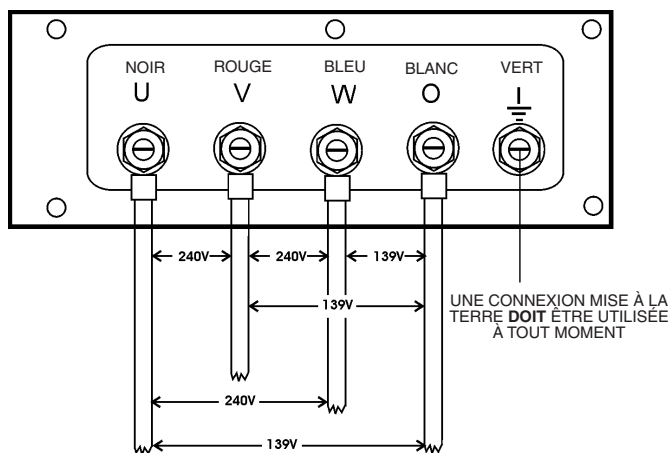

Figure 21. Cosses de sortie UVWO
2. Connecter les fils de charge aux bornes UVWO comme indiqué dans Figure 21.
3. Tourner le bouton du régulateur de tension (Figure 21) dans le sens horaire pour augmenter la tension de sortie, tourner dans le sens antihoraire pour diminuer la tension de sortie. Utiliser le bouton de réglage du régulateur de tension à chaque fois qu'un réglage fin de la tension de sortie est nécessaire.